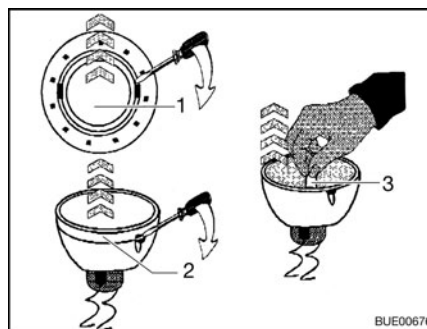

Fig. 182 Cambiar la bombilla halógena
- Soltar el anillo de cubierta interior (Fig. 182,1) de la carcasa con un desatornillador.
- Soltar el anillo de cubierta con la lámina de vidrio (Fig. 182,2) de la parte inferior de la lámpara halógena empotrada utilizando un desatornillador.
- Extraer la bombilla halógena (Fig. 182,3).